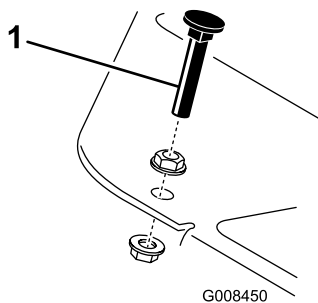

Bild 43
Treten Sie auf das Gaspedal. Wenn das Pedal den Anschlag erreicht (Bild 43), bevor das Kabel gespannt ist, müssen Sie die Einstellung ändern:
1. Lösen Sie die Bundsicherungsmuttern, mit denen der Pedalansschlag an der Bodenplatte befestigt ist (Bild 43).